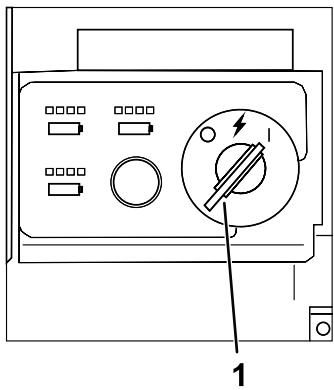

Figure 12
4. Tournez la clé à la position CONTACT pour démarrer le moteur (Figure 12).